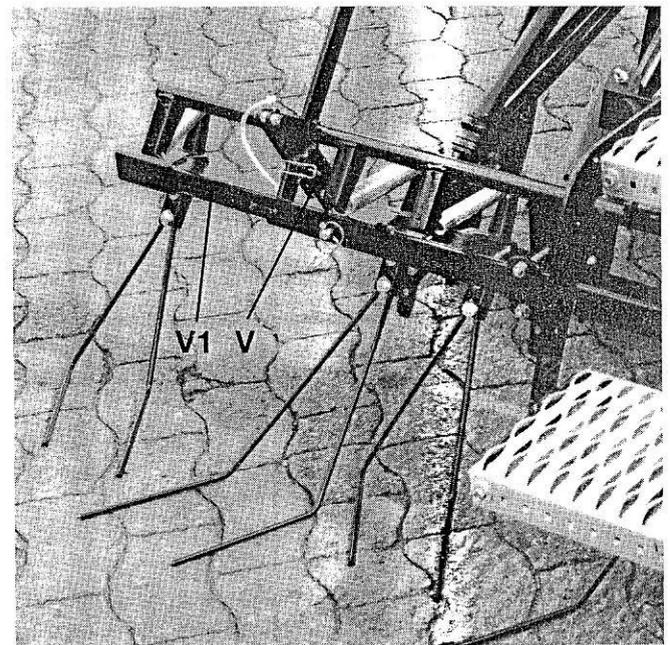

Fig. 10
**Perfektstriegel** (Fig. 10) - die einzeln gefederten Striegelelemente sind „zentral“ verstellbar; den Druck in Lochleisten (**V**) mit Stecker vorwählen. (Untere Striegelstrebe in Bohrung **V3**, Fig. 9.)